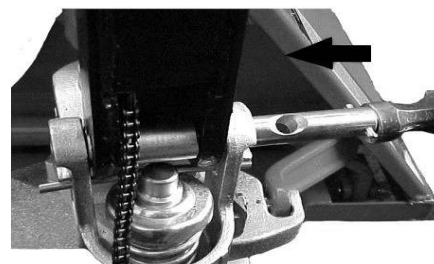

Abb. 6: Montage der Achse
- Die Lenkdeichsel (1) in den Pumpenkolben einsetzen, dann mit einem Hammer die Achse mit Loch in die Hydraulikpumpe und die Lenkdeichsel von **rechts nach links** einsetzen (Abb. 6).